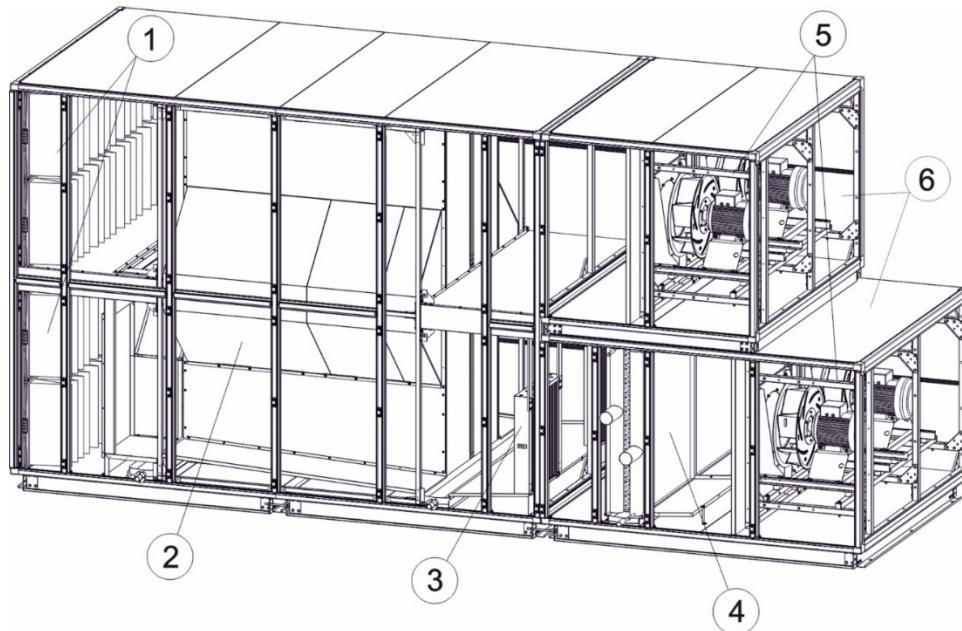

Рис.3. Пример приточно-вытяжного агрегата: 1 - карманный фильтр, 2- гексагональный теплообменник, 3 - каплеуловитель, 4 - охладитель, 5 - вентилятор, 6 – корпус
Большинство конфигураций агрегатов доступны левого (LH) и правого (RH) исполнения (рис. 3 и 4). Сторона исполнения, на которой находятся инспекционные панели, патрубки теплообменников и т.п.,